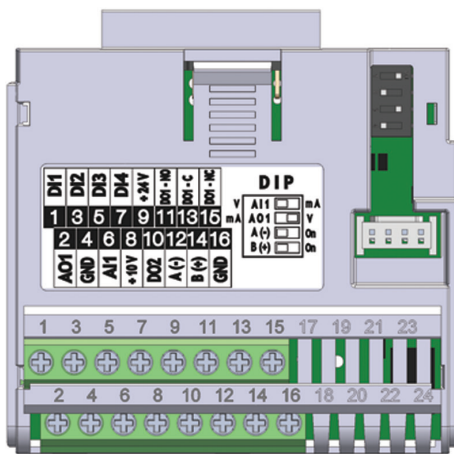

Figura 18.1: Modulo plug-in CFW500-IO5
Il modulo plug-in CFW500-IO5 ha solo l'interfaccia Seriale (1) tramite porta RS-485 sui terminali 12 (A-) e 14 (B+), v. Figura 18.1.